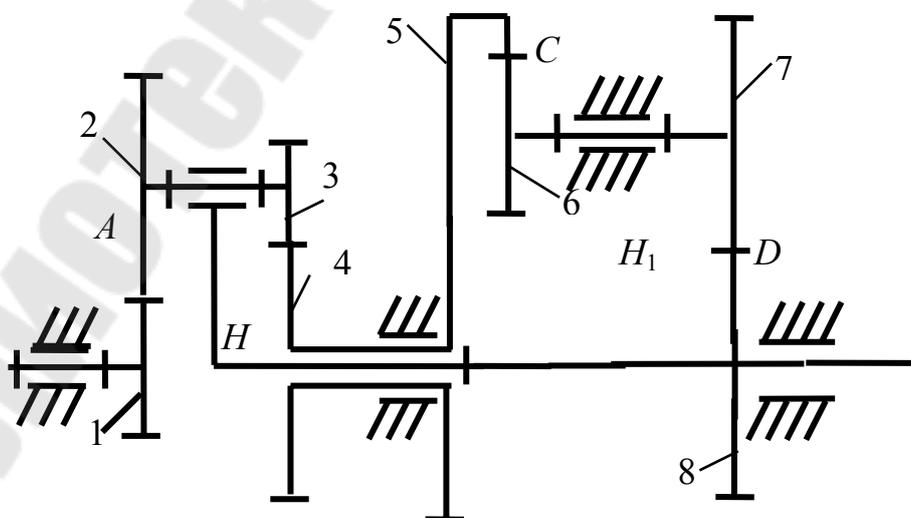

Рис. 10.3
3. Определить угловые скорости звеньев замкнутого дифференциального механизма (рис. 10.3), если угловая скорость зубчатого колеса 1 равна  $\omega = 100 \text{ с}^{-1}$ . Исходные данные приведены в табл. 10.3.